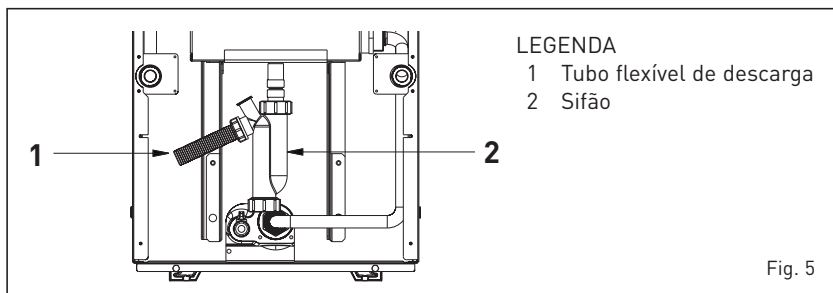

Fig. 5
1.6 LIGAÇÃO DESCARGA CONDENSAÇÃO (fig. 5)
1.7 MONTAGEM MANTO (fig. 5/a - fig. 5/b)